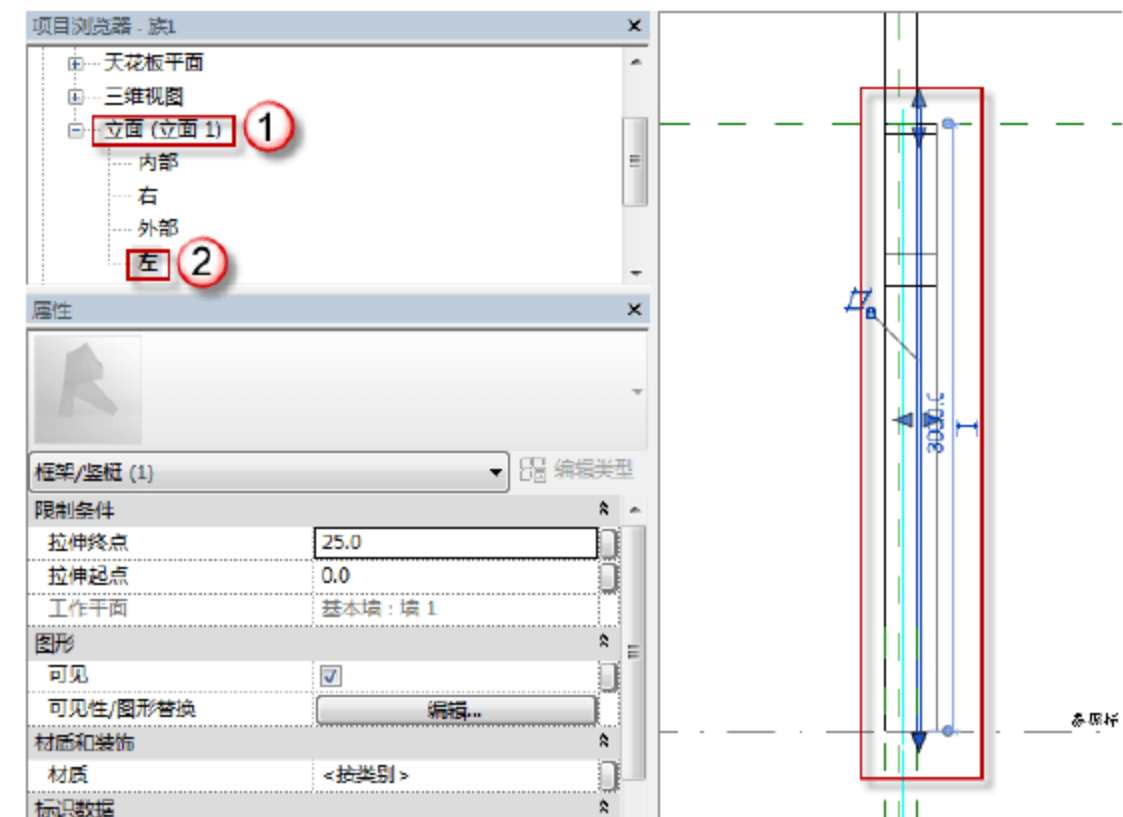

图 6.1.89 子母门 M1221 的左立面视图
(10) 选择“项目浏览器”中的“立面 (立面 1)”→“左”选项，可以进入子母门 M1221 的左立面视图，如图 6.1.89 所示。